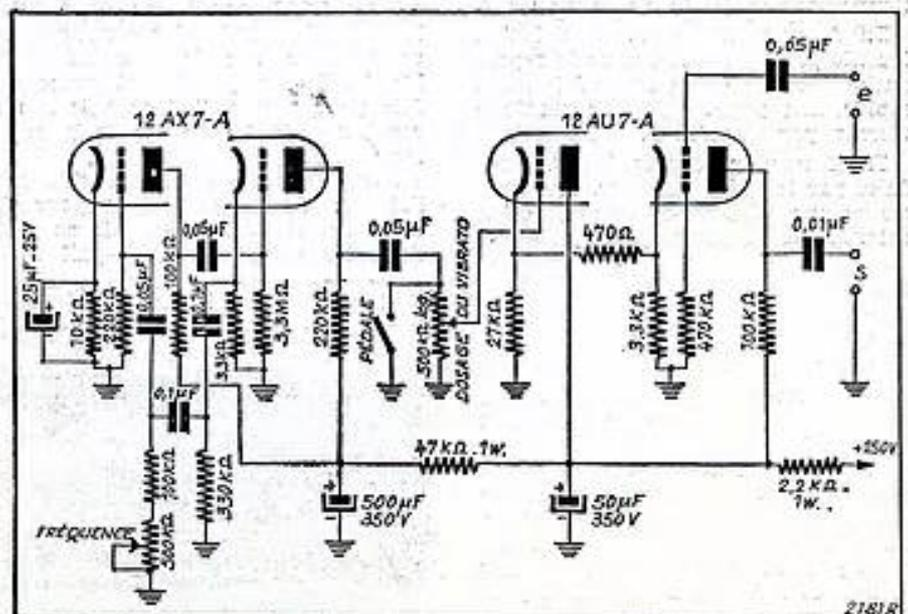

FIG. 3
La figure 3 représente le schéma du vibrato vendu en pièces détachées ou complet (1). Il comprend un tube 12AX7-A (A. signifie : antimicrophonique) travaillant en multivibrateur « très basse fréquence » (T.B.F. en abrégé) et un tube 12AU7-A travail-